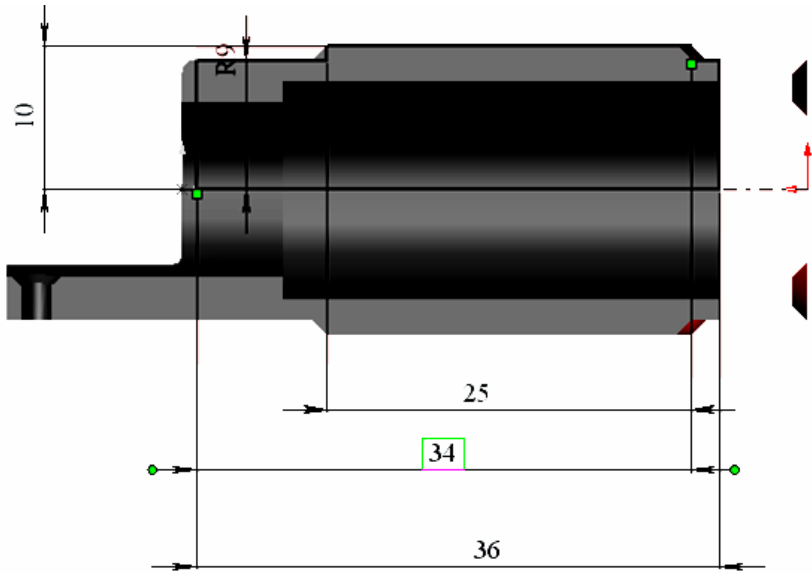

Рис. 7.5. Редактирование размеров
3. Изменить размер 34 на размер 33 и размер 25 на размер 24 (рис. 7.5).